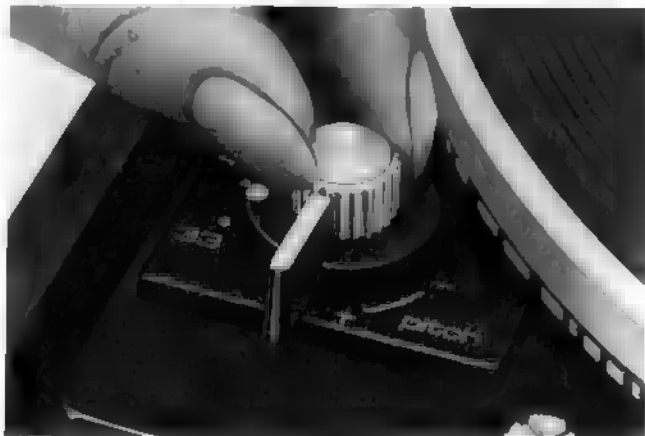

Fig. 23
Jede der beiden Normdrehzahlen $33 \frac{1}{3}$ und 45 U/min kann mit der Tonhöhenabstimmung (2) variiert werden. Die Einstellung erfolgt mit dem Drehknopf „pitch“ (2) (Fig. 23). Regelbereich bei $33 \frac{1}{3}$ U/min $\approx 1/2$ Ton (6 %).